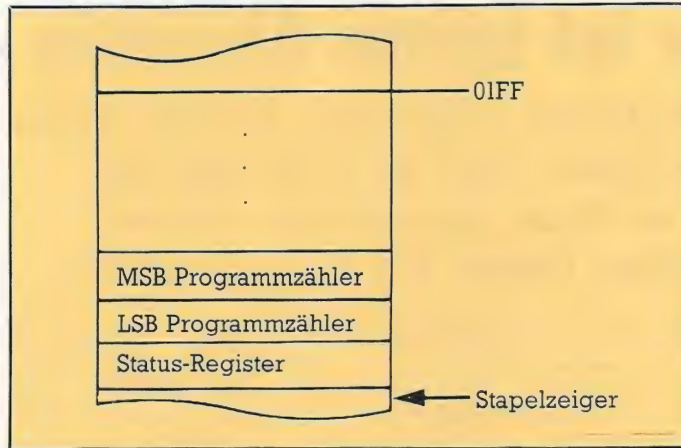

Bild 2. Die CPU rettet den Programmzähler und das Statusregister beim Eintreten einer Unterbrechung auf den Stapel
- Zunächst wird der Programmzählerinhalt in der Reihenfolge MSB, LSB auf den Stapel geschrieben. Danach wandert noch der Prozessorstatus auf den Stapel (siehe Bild 2).